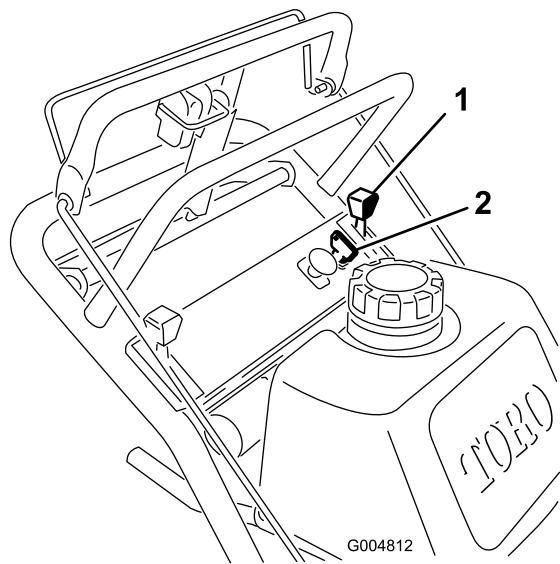

Figura 16
- Mueva la palanca del acelerador a la posición de **lento** (Figura 16).
- Haga girar la llave de contacto a **Desconectado** (Figura 16).